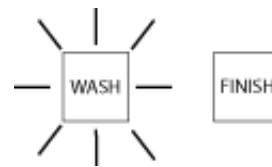

Abb. 17
- 6- Warten auf das Ende des Zyklus, bis die Taste "C" hört auf zu blinken. Öffnen Sie die Tür und entnehmen Sie den Korb mit dem sauberen Geschirr. (Abb. 17)